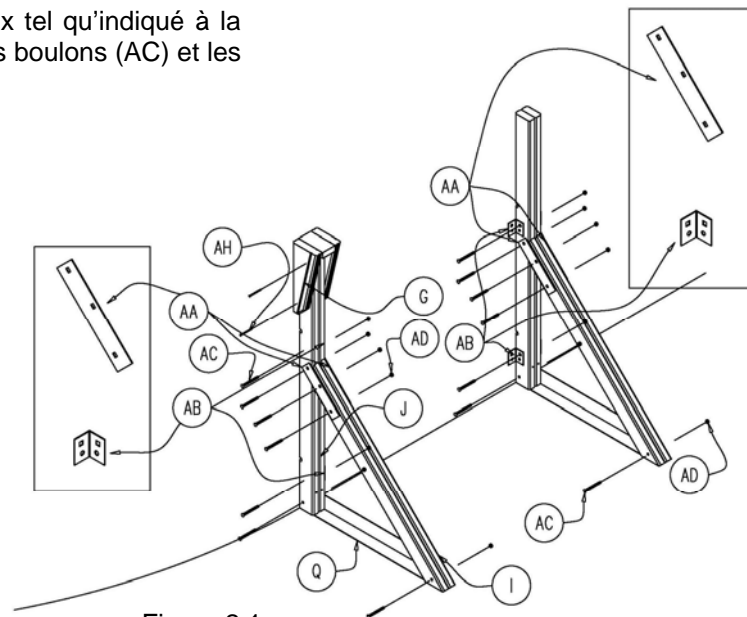

Figure 2.1
Assemblez les étais et les poteaux tel qu'indiqué à la figure 2.1. Pour ce faire, utilisez les boulons (AC) et les écrous (AD).